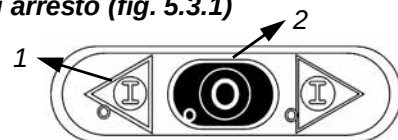

Fig. 5.3.1
5.3 - Verifica efficienza del pulsante di arresto (fig. 5.3.1)
5.4 - Avviamento della macchina (fig. 5.3.1)
"1" Fig. 5.3.1, dopo aver collegato correttamente la spina alla presa della corrente elettrica e la macchina si aziona.
5.5 - Arresto della macchina (fig. 5.3.1)
Per arrestare la macchina, basta premere il pulsante di arresto, "2" Fig. 5.3.1 e la macchina si ferma